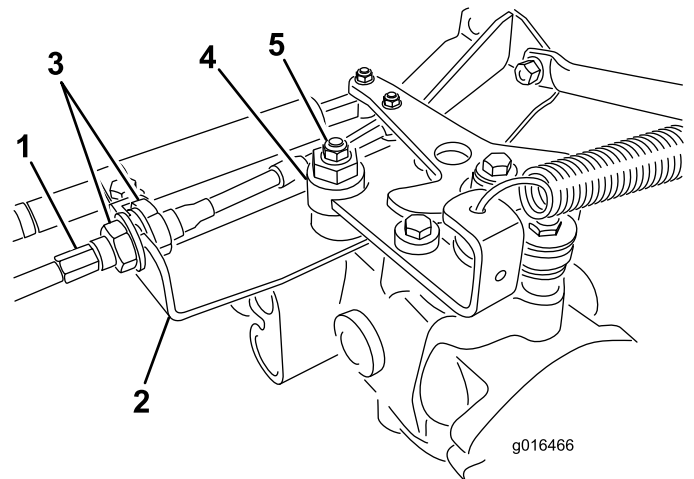

Figure 43
- A. Desserrez les écrous de blocage qui fixent le câble de commande de transmission à la traversée sur l'hydrostat (Figure 43). Assurez-vous que les écrous de blocage sont uniformément et suffisamment desserrés pour permettre le réglage.
- B. Desserrez l'écrou de fixation de l'excentrique en haut de l'hydrostat (Figure 43).
- D. Tournez l'excentrique jusqu'à ce que la roue ne tourne plus dans aucune direction. Lorsque la route arrête de tourner, serrez l'écrou pour bloquer l'excentrique et le réglage (Figure 43). Vérifiez le réglage avec la commande d'accélérateur en position BAS RÉGIME, puis HAUT RÉGIME.
- E. De chaque côté de la traversée, serrez les contre-écrous **uniformément** pour fixer le câble de transmission à la traversée (Figure 43). Ne tordez pas le câble.